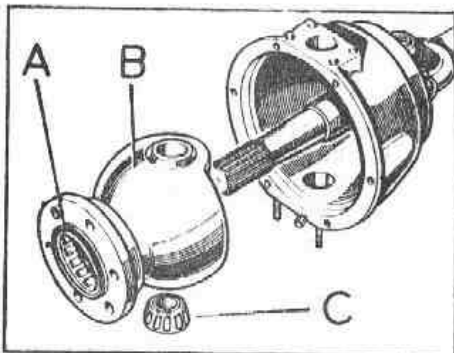

Fig. F-35 Caja del alojamiento del pivote
- 1.3. Extraer la caja del alojamiento del pivote, en unión de los cojinetes, C - (Fig. F-35).
- 2.4. Revisar la superficie exterior de la caja del alojamiento del pivote, B (Fig. F-35) por si hay indicios de corrosión o deterioro, y sustituirla si es preciso.